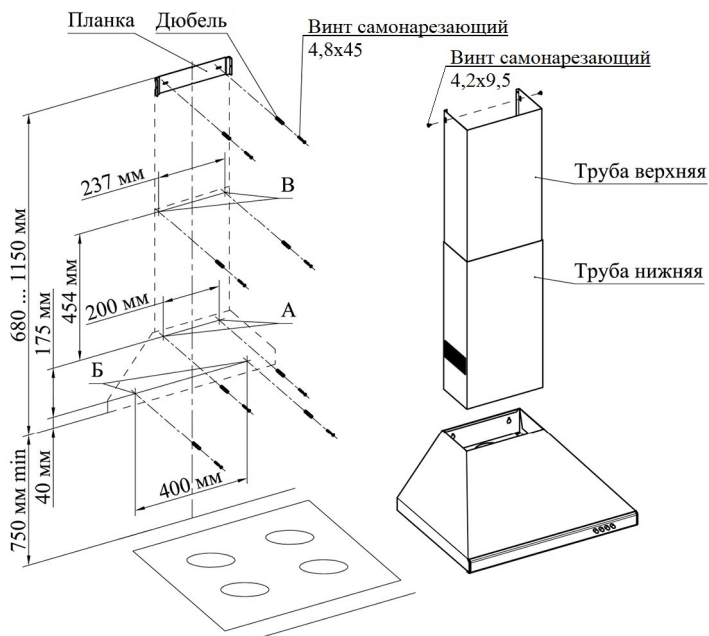

Рис. 2
- 6.3 С учетом установочной высоты и центральной линии разметьте на стене отверстия (А, Б, В) (рис. 2).
- 6.4 Просверлите отверстия (А, Б, В) диаметром 8 мм на глубину 50 мм (рис. 2).
- 6.5 В отверстия (А и Б) вставьте дюбели согласно рис. 2 и по отверстиям А заверните не до упора два винта самонарезающих 4,8х45, на которые навесьте воздухоочиститель со снятыми фильтрами.
- 6.8 Вставьте дюбели в отверстия В и заверните не до упора винты самонарезающие 4,8x45 (рис. 2). Вставьте верхнюю декоративную трубу в нижнюю и установите обе трубы в корпус воздухоочистителя, навесив нижнюю трубу на винты самонарезающие 4,8x45. Доверните винты самонарезающие 4,8x45 до упора.